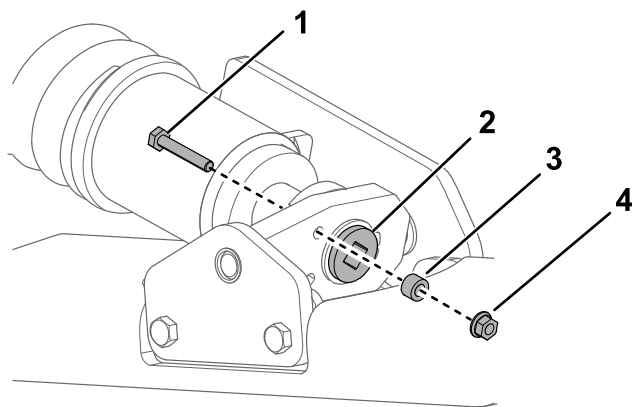

図 57
4. ロッキングボルト、スペーサ、ナットを外す 図 57。
6. テンションねじのノッチのうち、ロックングボルトの穴に一番近いノッチを穴に合わせ、ねじを溝をローラを適切な穴に合わせてセットし、シャフトを通してボルトとナットで固定する 図 57。
7. ロッキングボルト、スペーサ、ナットを外す 図 57。
8. ½" のドライブレンチを使用して、テンショニングねじを左にまわしてドライブテンションを解放する 図 57と図 61。